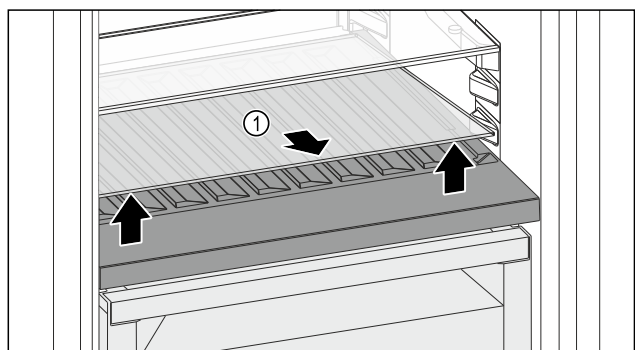

Fig. 116
- Soulever la plaque de verre Fig. 116 (1) au niveau de l'évidement avant et la retirer.
- Entreposer la plaque de verre *Fig. 116 (1)* dans un endroit sûr hors de l'appareil.